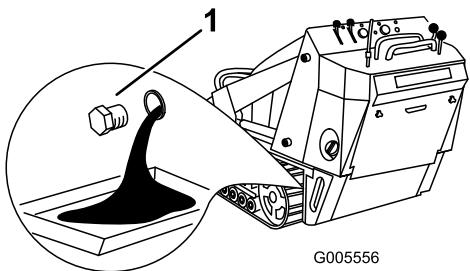

Figura 34
- Retire el tapón de vaciado (Figura 34).